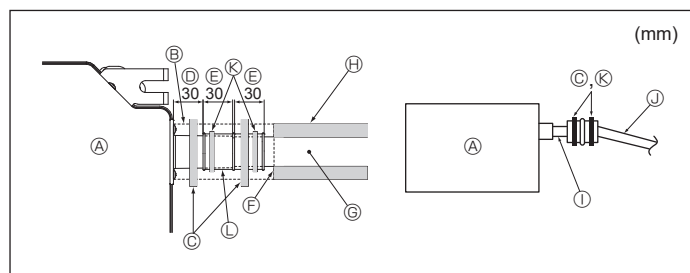

Fig. 6-2
1. Die Ablassmuffe (mit der Anlage geliefert) an den Drainageauslass anschließen. (Fig. 6-2)